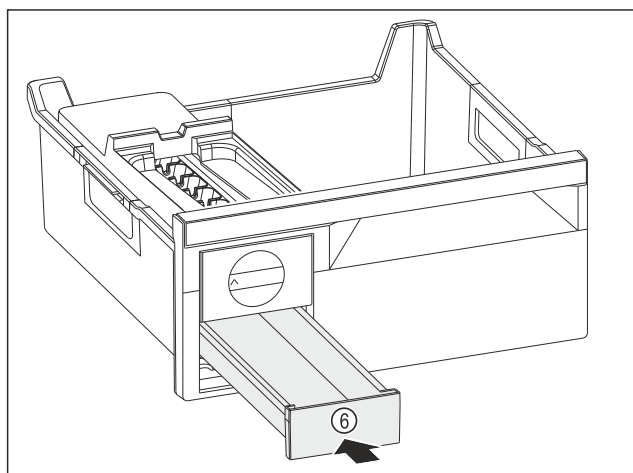

Fig. 94
- ▶ Wsunąć szufladę na kostki lodu Fig. 94 (6).